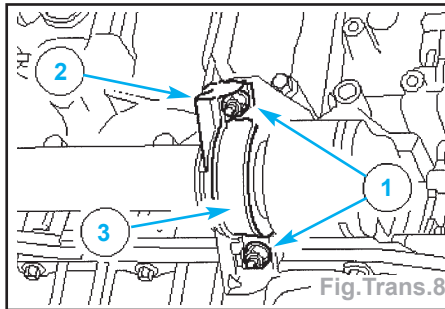

Fig. Trans.8
- Déposer le chapeau de palier central d'arbre intermédiaire (Fig. Trans.8) :
- déposer les contre-écrous et les mettre au rebut (1),
- détacher l'écran thermique du chapeau de palier (2),
- déposer et mettre au rebut le chapeau de palier central (3).